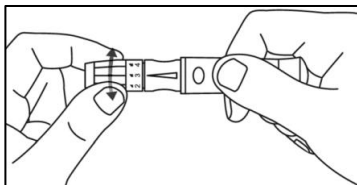

Fig. 5.20
Paso 5: Ajuste la profundidad de la punción girando la cubierta del dispositivo de punción. Hay un total de 5 configuraciones de profundidad de punción. Para reducir las molestias, utilice la configuración más baja que aún produzca una gota de sangre adecuada. (Consulte la Fig. 5.20)